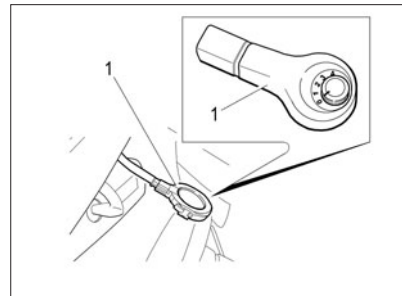

Рис. 35. Датчик дождя и освещенности
Для включения системы очистки необходимо переключатель чувствительности датчика дождя 1 (см. рис. 35), расположенный за зеркалом заднего вида в накладке датчика перевести из положения **0** в любое другое положение от **1** до **4\*\***, а рычаг переключателя стеклоочистителей перевести в положение **III** (прерывистый режим работы). При этом щетки очистителя делают один ход, после чего будут включаться или выключаться в зависимости от количества капель дождя,
*В варианном исполнении* автомобили оснащаются совмещенным датчиком дождя и освещенности, который расположен на ветровом стекле за зеркалом заднего вида (рис. 35).